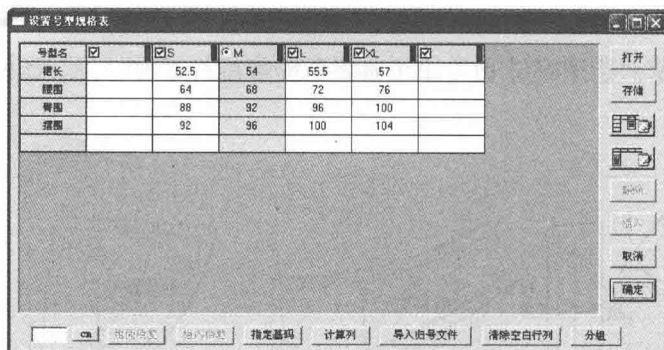

图5-31 设置号型规格表
(1) 设置号型规格表。单击【号型】菜单→【号型编辑】, 增加需要的号型并设置好各号型的颜色。(注: 为了让读者更直观看清放码的步骤, 按键盘上方的【F7】隐藏缝份量)(图 5-31)。